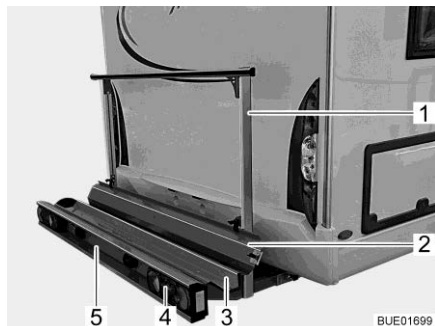
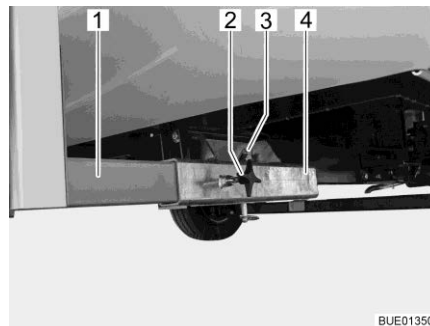

Bild 6 Lasthållare
Bild 7 Fäste på fordonet
Lasthållaren (Bild 6) är avsedd för en motorcykel eller en moped med en vikt på upp till 130 kg.
- Bärplatta (Bild 6,3) och hållbygel (Bild 6,1) med fäste på fordonet (Bild 7)
- Bakljus (Bild 6,4)
- Nummerplåtsbelysning (Bild 6,5)
- Uppkörningsskena (Bild 6,2)
Lasthållarens två långsgående balkar (Bild 7,1) fixeras med vingskruvar (Bild 7,2) i fyrkantfästena (Bild 7,4) i fordonsgolvet. Lasthållaren säkras med en sprint (Bild 7,3) med låsring.